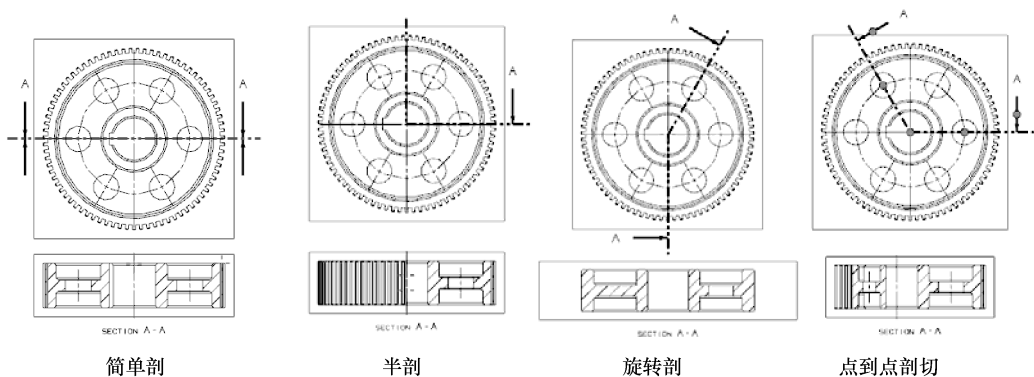

图 10-22 可选剖切方法
- **动态**：若零件中有多种不同的孔类型、筋类型等，则可通过选择不同的剖切方法（简单剖/阶梯剖、半剖、旋转、点到点）表达，如图 10-22 所示。